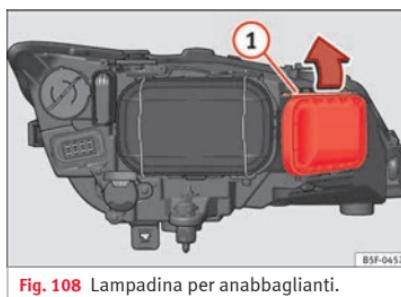

Fig. 108 Lampadina per anabbaglianti.
- Far scorrere il tirante **» fig. 108 ①** nel senso della freccia e sfilare la chiusura.